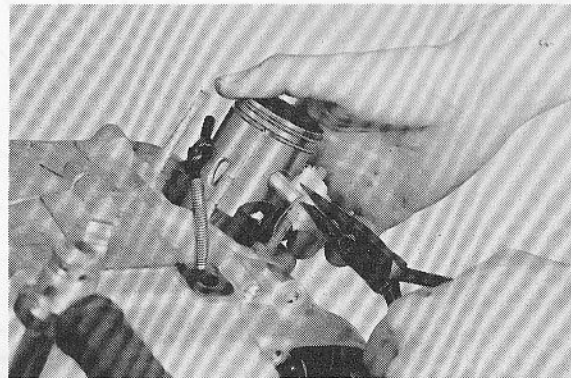

Fig. 3-2-5
2. Push piston pin from opposite side, then pull out. Protect pin with rag as shown. (Fig. 3-2-5)
2. Pousser l'axe de piston du côté opposé, ensuite tirer dessus. Protéger l'axe avec un chiffon comme l'indique la figure 3-2-5.